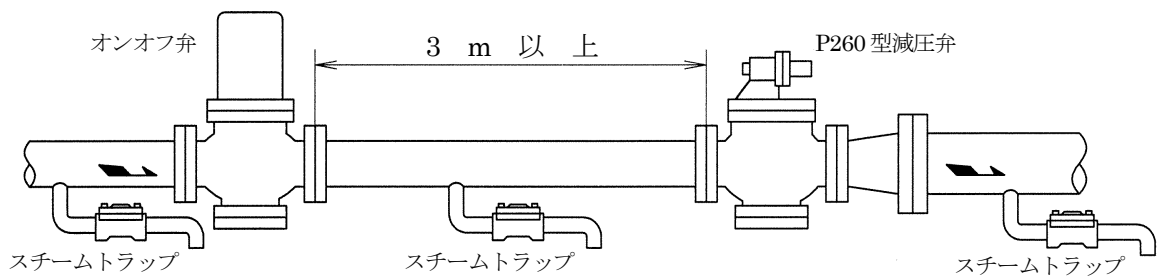
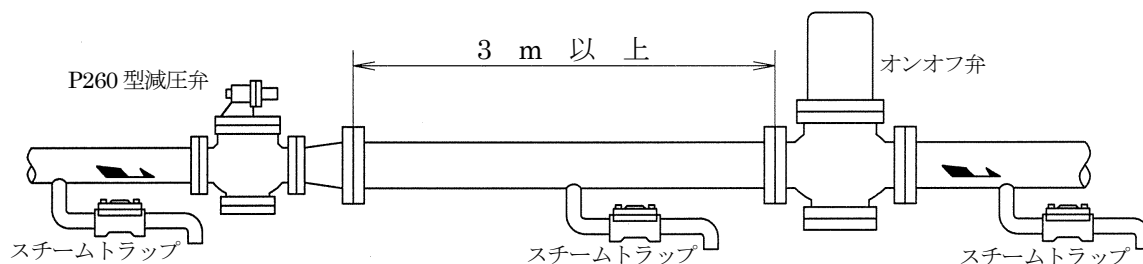

図3 一次側にオンオフ弁がある場合
図 4 二次側にオンオフ弁がある場合
3.5 減圧弁の一次側又は二次側にオンオフ弁を取付ける場合、減圧弁とオンオフ弁の距離をできるだけ長く(3m以上)とってください。なお、オンオフ弁は減圧弁の一次側に取付けるようお勧めします(図3)。オンオフ弁の使用圧力等の関係から減圧弁の二次側に取付ける場合、減圧弁は完全閉止できませんので減圧弁とオンオフ弁の間にスチームトラップを設けて下さい(図4)。